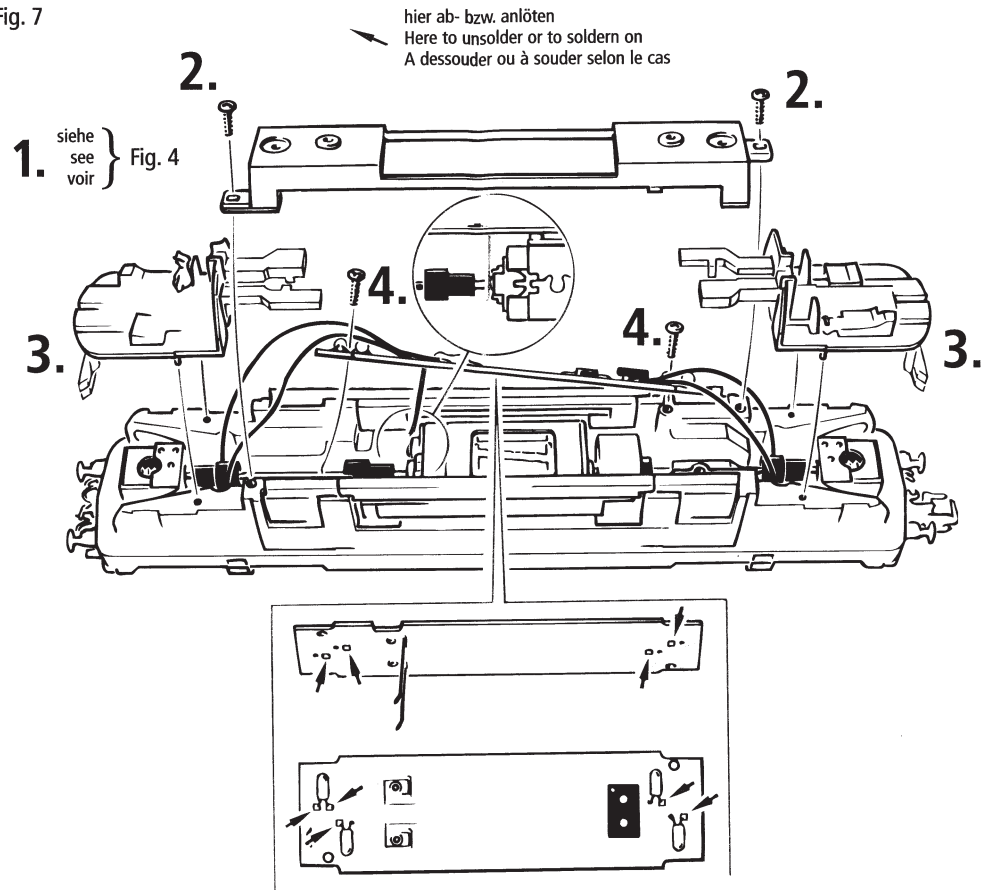

Fig. 8
**4. Haftreifenwechsel:** Zuerst den Getriebedeckel abnehmen (Fig. 5). Danach den **Radsatz** herausnehmen und den **Haftreifen** mit einer Nadel oder einem feinen Schraubendreher abziehen (Fig. 8). Beim Aufziehen des neuen Haftreifens bitte darauf achten, dass dieser sich **nicht verdreht**.
**4. Échange des bandeages d'adhérence:** Démontez d'abord le **couvercle du carter** des engrenages (fig. 5). Délogez ensuite les essieux bandagés et enlevez, à l'aide d'une aiguille ou d'un tourne-vis fin, les bandages d'adhérence (fig. 8). Lors du montage des nouveaux bandages veuillez veiller à ce que les bandages **ne soient pas tordus**.
**4. Change of traction tyre:** Remove **gear cover** (fig. 5). Take out **wheel set** and remove **traction tyre** using a pin or a fine screwdriver (fig. 8). When pressing on the new traction tyre please **avoid twisting** it.